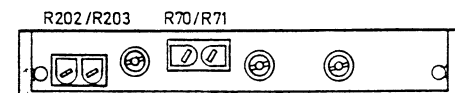

Fig. 3 Unité de têtes magnétiques
R 71 Playback Level (Fig. 3)
2.2 R 202/R 203 — Prémagnétisation HF (Fig. 3)
2.4 R 70/R 71 — Niveau de reproduction (Fig. 3)